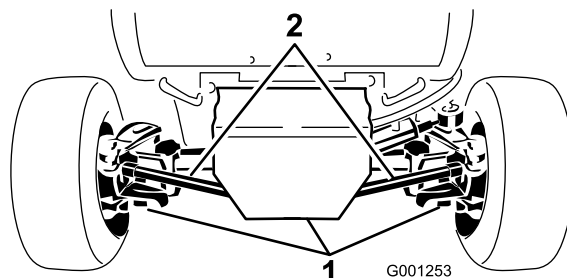

Figure 53
2. Nettoyez la surface autour des 3 bouchons de vidange, 1 à chaque extrémité et 1 au centre (Figure 53).